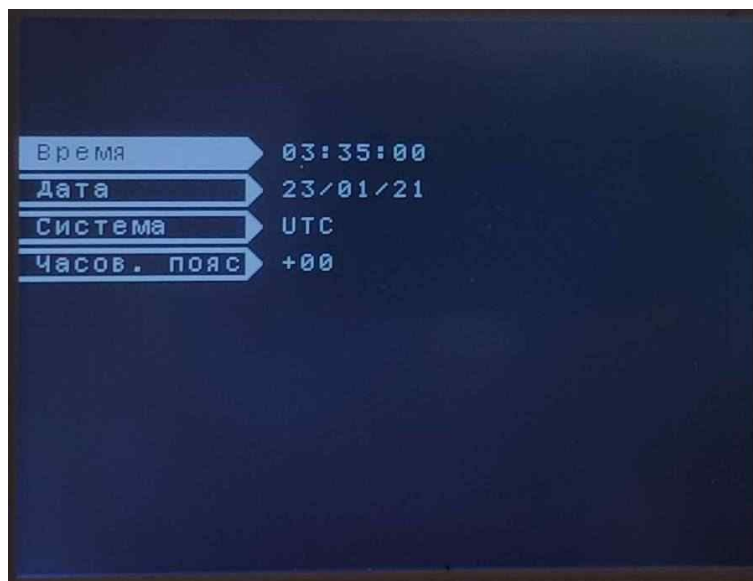

Рисунок 28 – Розділ «Дата і час»
4. «Дата і час» - розділ призначений для встановлення дати і часу: «ОРИОН» АПК ТХ (див. рисунок 28).